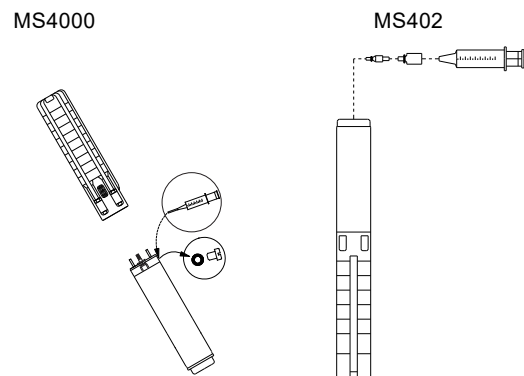

Fig. 3 Posição do motor durante o enchimento - MS4000 e MS402
1. Posicione a bomba submersível conforme ilustrado na fig. 3. O parafuso de enchimento deverá estar no ponto mais alto do motor.
3. Injete líquido no motor com a seringa de enchimento até que o líquido saia pelo orifício de enchimento. Consulte a fig. 3.